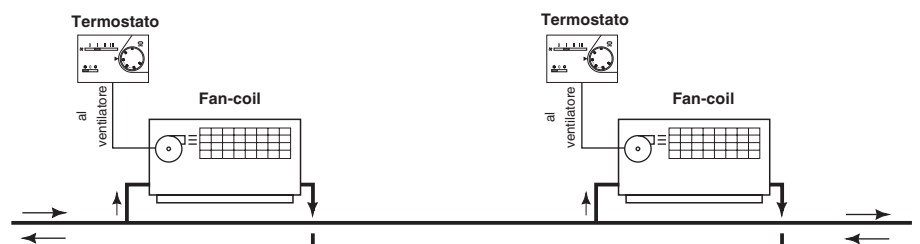

Fig. 3
- solo ventilazione termostata ed elettrovalvola non collegata (fig. 3)